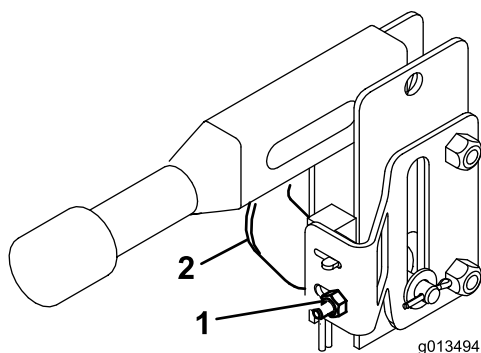

Bild 25
5. Lösen Sie die zwei Muttern, mit denen der Bremssicherheitschalter an der Bremssensorhalterung befestigt ist (Bild 25).
6. Stellen Sie den Bremsschalter ein, bis der Abstand zwischen dem Schalter und dem Lenker des Feststellbremshebels 1,53 mm ist. $\pm 0,007$. (Bild 25). Ziehen Sie die Befestigungsmuttern des Schalters an.